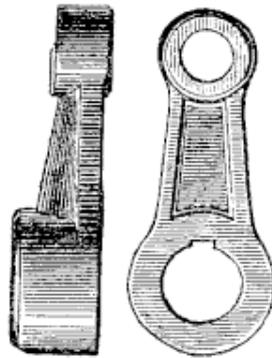

FIG. 31.
*Manivelle.* — Lorsque la bielle s'attache à l'extrémité d'un arbre, celui-ci est à ce point muni d'une portion droite perpendiculaire à sa direction, qui porte le nom de *manivelle*. (Fig. 31.)